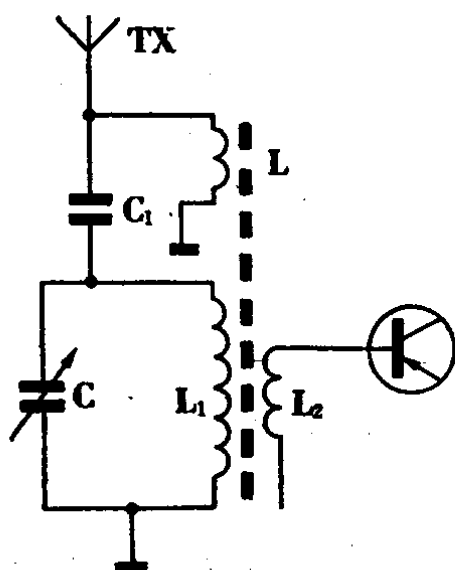

图 1.8 电感电容输入式
3. 电感电容输入式：如图1.8,外加天线通过电感 L 接地，并串接 C_1 接入调谐电路。其特点是整个波段内灵敏度比较均匀。